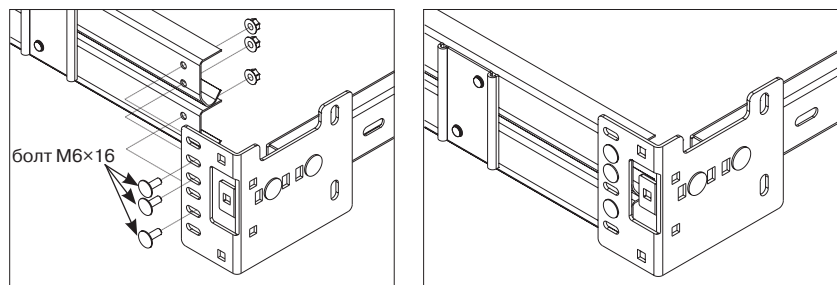

Рис. 14.2
- установить снаружи три болта М6×16 с полукруглой головкой в отверстия суппортов и горизонтальных направляющих (рис. 14.2);